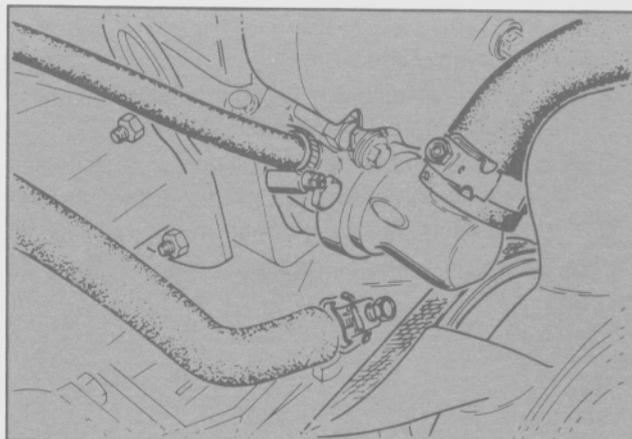

Fig. 69 - Desmontaje de las mangueras de la salida de agua
- Quitar la manguera superior del radiador y la manguera del depósito de expansión de la salida de agua (Fig. 69).